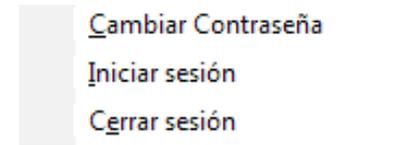

Figura 3: Cuadro emergente de inicio de sesión para las cuentas de usuario protegidas por contraseña
Cuando inicia la sesión con una cuenta de usuario protegida por contraseña, el cuadro emergente Login (inicio de sesión) (al que se accede pulsando con el botón derecho en el campo "User rights" de la barra de estado) incluye una opción para cambiar su contraseña (consulte Figura 3). Pulse en esta opción si desea modificar la contraseña existente. El sistema le pedirá que introduzca la contraseña existente y luego la nueva contraseña, dos veces para confirmar.
2. Pulse **Log out** (finalizar sesión) en el cuadro emergente (consulte Figura 3). En el esquema de inicio de sesión de usuario "Por nivel" su nivel de acceso volverá automáticamente a Operator (Operador).